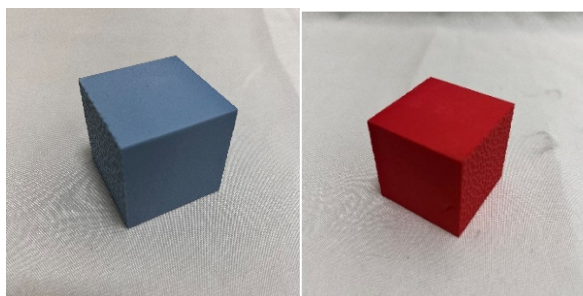

图5 “搭建材料”模型
4.3.1 在某个拼装块上放置有 2 个长宽高均为 50 mm 的蓝色和红色 EVA 正方体，这些正方体代表“搭建材料”；如图 5 所示。